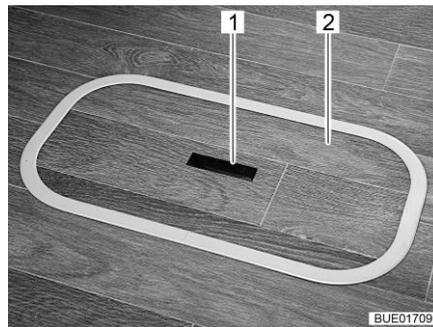
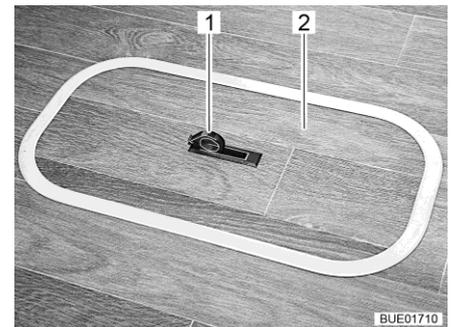

Fig. 64 Couvercle compartiment dans le plancher (poignée encastrée)
Fig. 65 Couvercle compartiment dans le plancher (poignée pivotée vers l'extérieur)
- Pousser la plaque de la poignée (Fig. 64,1) vers le bas d'un côté. La poignée (Fig. 65,1) pivote vers le haut.
- Tirer le couvercle (Fig. 64,2 et Fig. 65,2) vers le haut pour le retirer.